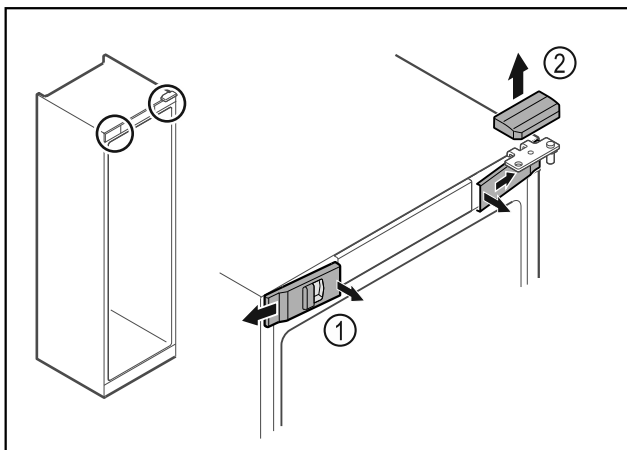

Fig. 12
- ▶ Vordere Abdeckungen Fig. 12 (1) innen ausrasten und zur Seite abnehmen.
- ▶ Obere Abdeckung Fig. 12 (2) nach oben abnehmen.